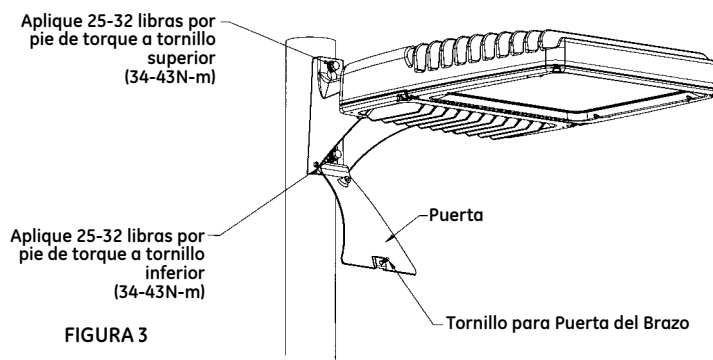

FIGURA 3
- Abra la puerta del brazo e instale el tornillo de 3/8, la arandela de seguridad y arandela dentro del brazo como se muestra y apriete a la placa para tuerca. (Figura 3 y 4).